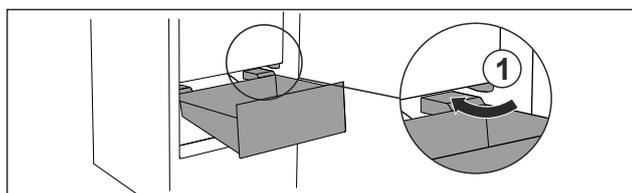

Fig. 98
- ▶ Far passare il cassetto intorno ai fermi Fig. 98 (1) inclinandolo.